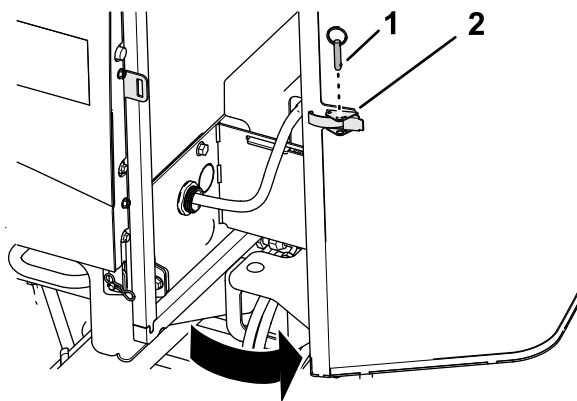

Figura 98
1. Retire el pasador de bola del cierre de la rejilla (Figura 98).